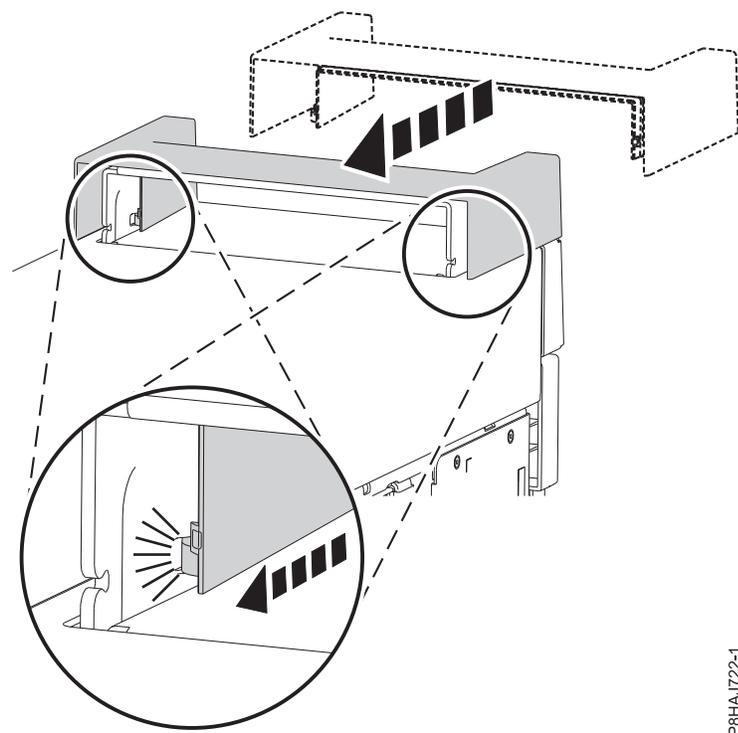

Figura 31. Fijación de la tapa de asa en un sistema 8286-41A autónomo
1. Fije la tapa de asa en la estación de acoplamiento RDX interna (FC EUA3) deslizándola hacia la parte posterior del sistema. Consulte la Figura 31.